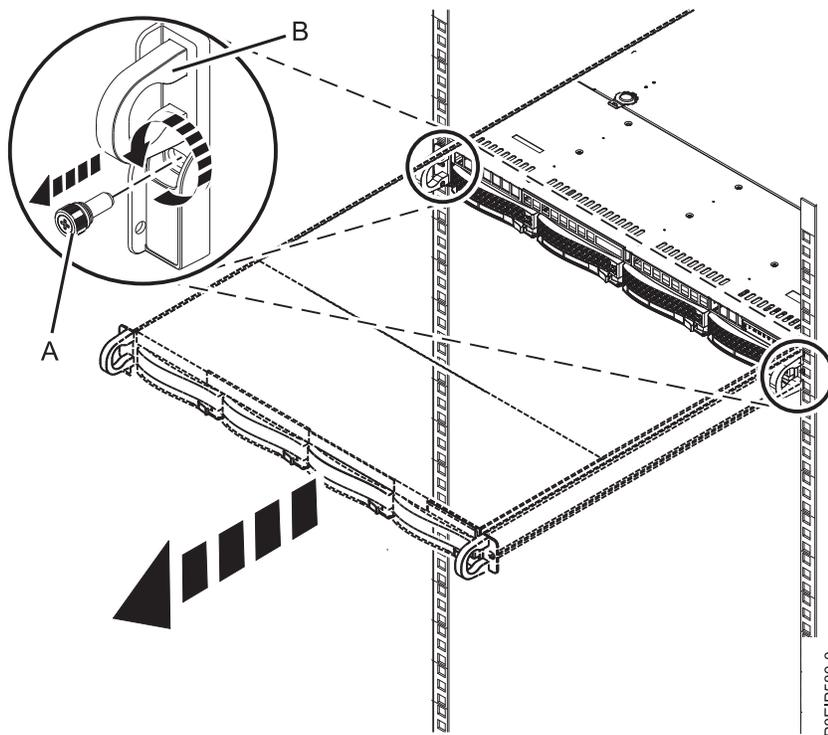

Figura 69. Quitar los tornillos frontales y extraer el sistema del bastidor
2. Quite los tornillos frontales (A) que fijan el sistema al bastidor desde ambos lados del sistema, como se muestra en la Figura 69.